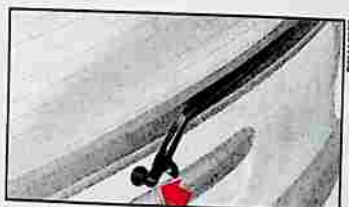

fig. 36
1) Soulever le cache fig. 36 et démonter le bras de l'essuie-glace, en dévissant l'écrou de fixation à l'axe de rotation.